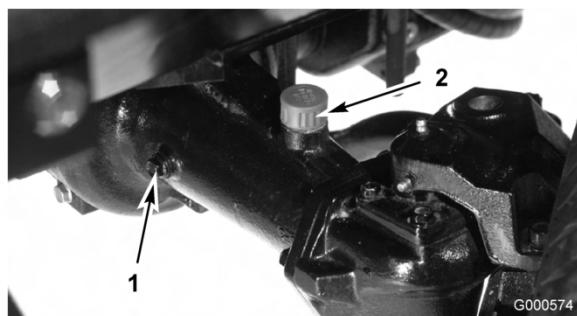

Figura 47
- Togliete il tappo di controllo da un'estremità del ponte (Figura 47) e verificate che il lubrificante raggiunga la base del foro. Se il livello è basso, togliete il tappo di riempimento (Figura 47) e rabboccate con lubrificante finché non raggiunge la base dei fori dei tappi di controllo.